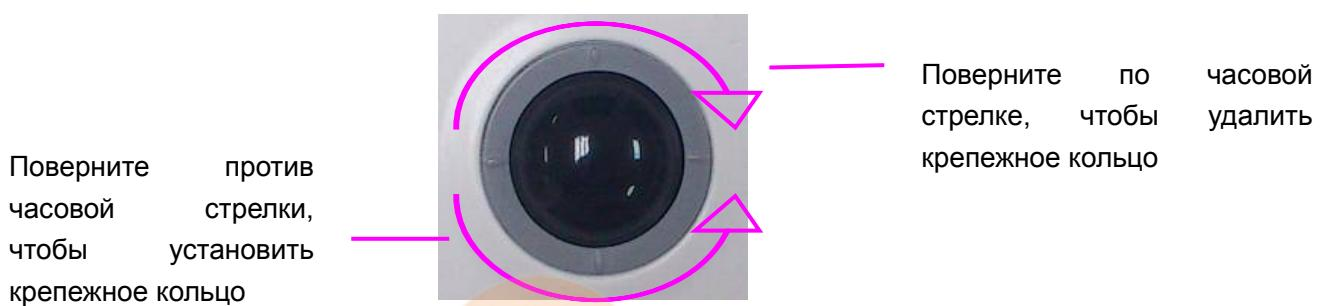

Рис. 15-1 Сборка и разборка трекбала
2. Снимите трекбол, как показано на Рис. 15-1.